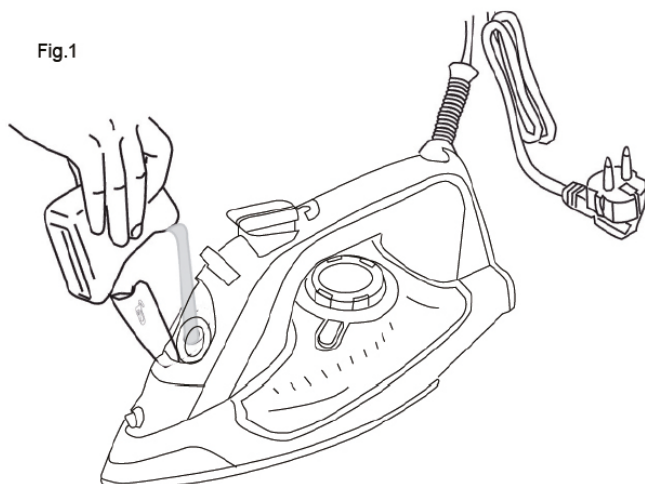

Fig.2
- El aparato dispone del mando (C) que permite regular el flujo de vapor. (Fig. 2, 3 y 5)